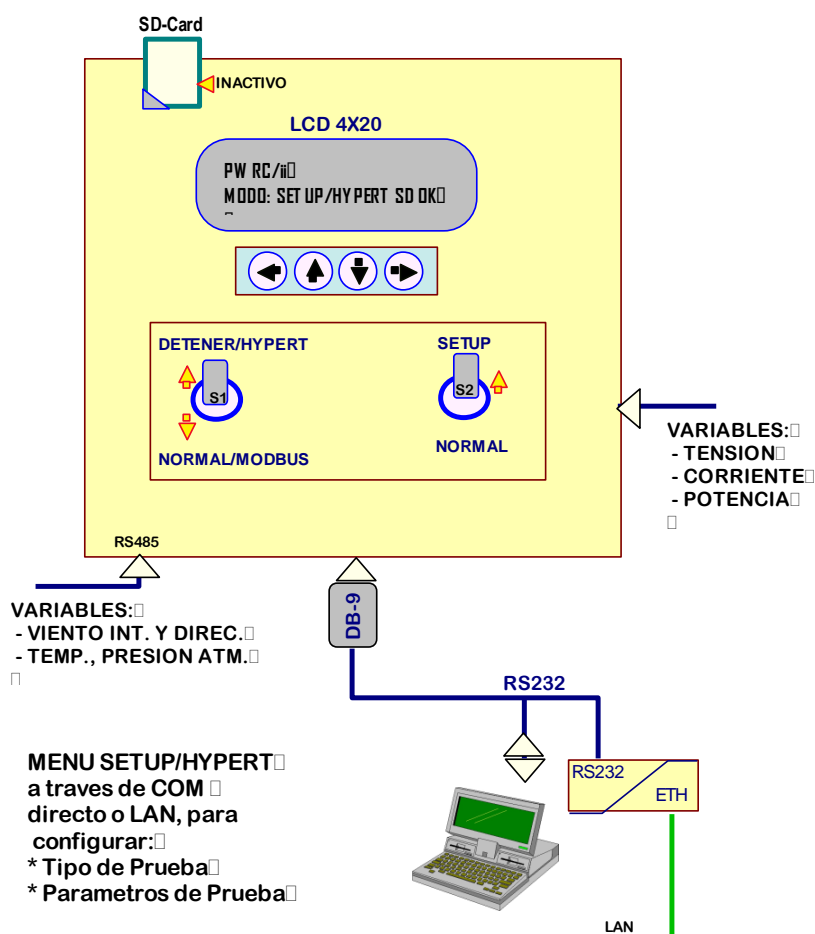

Figura 11 – PWRC2 desde en Modo Setup/Hyperterminal, desde el punto de vista usuario.
*VI.a – Configuración en Hyperterminal:* A continuación, se describen las operaciones para la configuración del ensayo, según se mencionó en V.1.c). Las llaves del panel frontal S2,S1, según se indicó en dicho punto tienen las funciones S2 (derecha)-> Modo Setup o Modo Normal, y S1 (izquierda)-> Prueba Detenida o Prueba Normal. Si S2 está en Setup, entonces S1 hacia arriba implementa el menú clásico Hyperterminal. Esta es la posición de inicialización indicada en Figura 11.